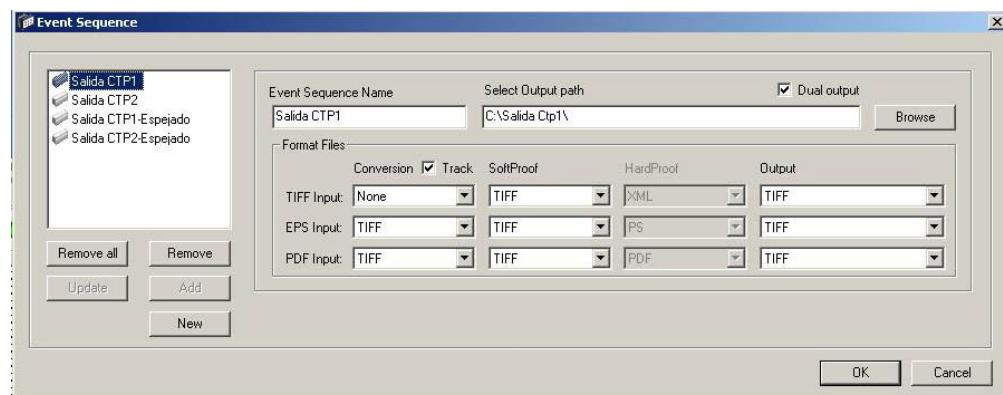

Ilustración 2 - Definición de salidas a los CTP
7. Console File -> Configuration -> Event sequence y cargamos los directorios de salida para los ctp's cuyos parametros son todos iguales (ver Ilustración 2 - Definición de salidas a los CTP).